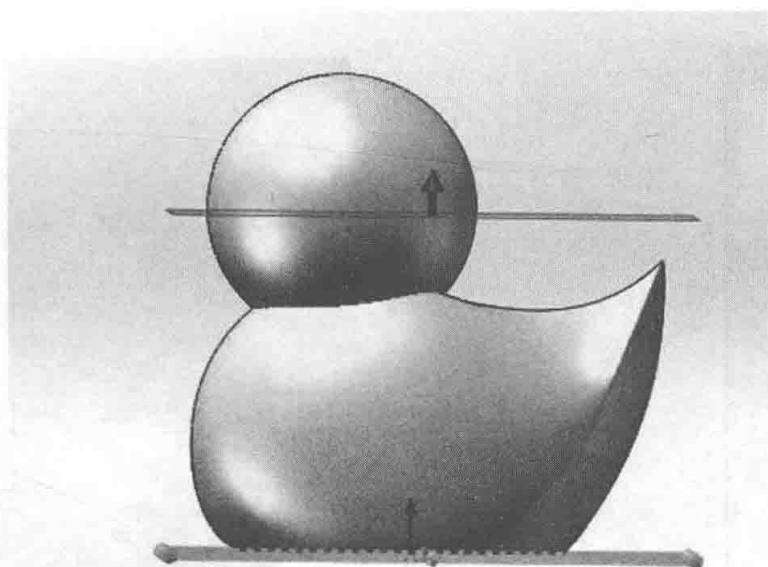

图 3-64 新建基准面
(3) 创建新的基准面 3，选择上视基准面，偏移 140mm，如图 3-64 所示。